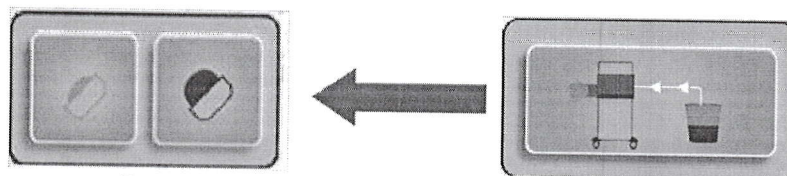

Рисунок 3-2: Кнопки резервуара и мембраны
9. Когда резервуар заполнен, обратите внимание, что кнопка "Заполнить резервуар" сменилась на кнопку "Надуть/сдуть мембрану" (Рисунок 3-2).